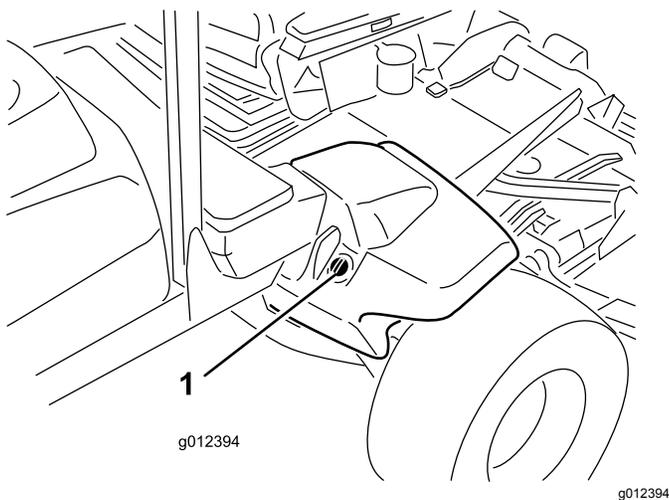

Figura 19
2. Limpe a zona em redor do tubo de enchimento e da tampa do depósito hidráulico (Figura 19). Retire a tampa do tubo de enchimento.